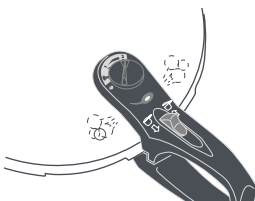

Fig. 2
Sensor de pressão (2). Permite visualizar a existência de pressão no interior da panela. À medida que aquece o líquido de cozedura, vai sendo criada pressão no interior da panela e o sensor de pressão (2) sobe automaticamente. Enquanto isso acontece, pode observar-se uma saída de vapor lateral através da pega da tampa (5) (Fig. 2). Quando o sensor de pressão (2) estiver levantado, indica a existência de pressão e bloqueia o botão de abertura/fecho automático (4), impedindo a abertura da tampa (1). Se a panela não estiver devidamente fechada, não sustém a